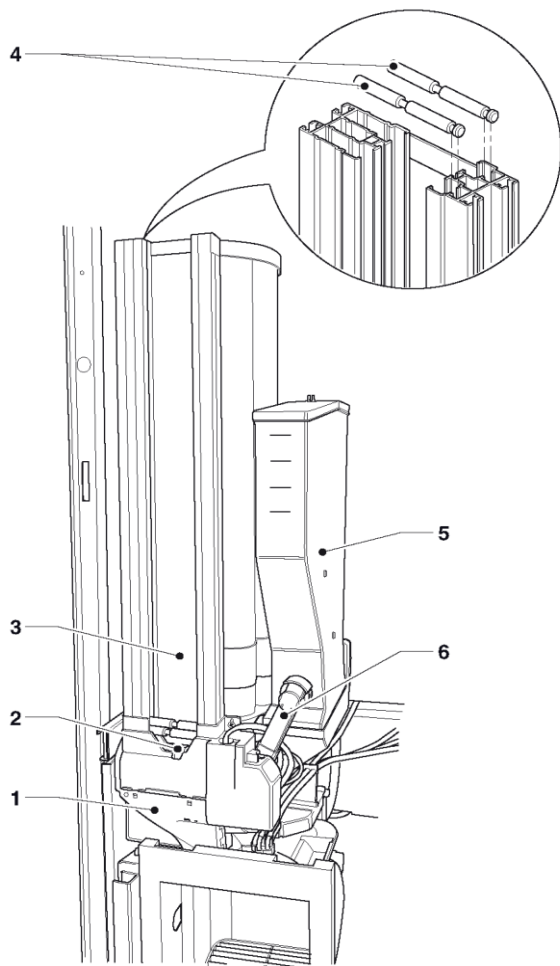

Рис. 8
- Снимите внешний и внутренний утяжелители для мешалок, для этого извлеките их через верхнюю часть (см. рис. 8).